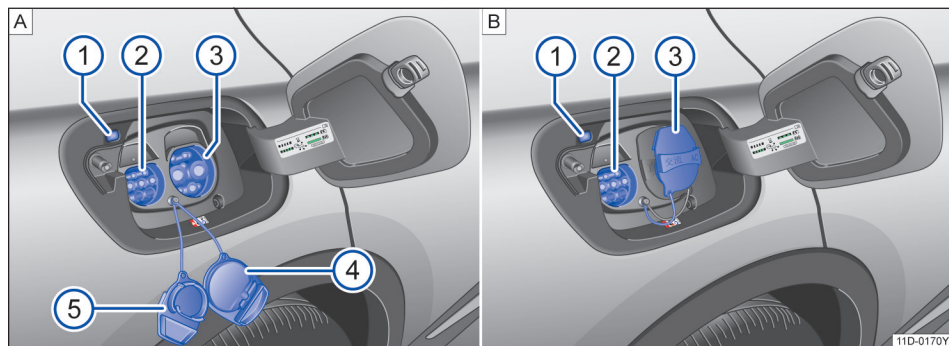

图 136 A 充电插口 B 充电口保护盖使用说明
充电插口上的充电状态指示灯 → 图 136▲①显示充电过程的状态。